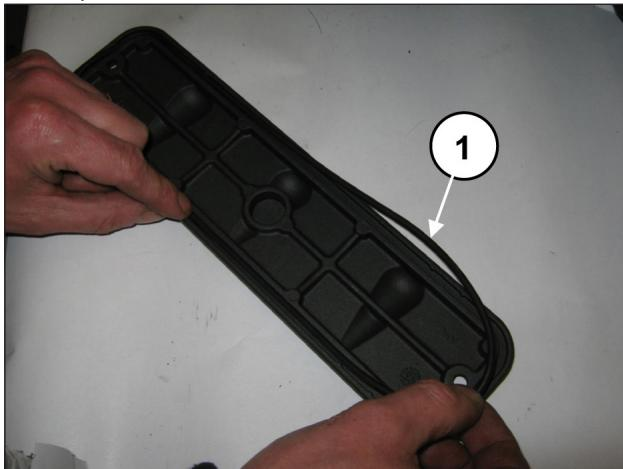
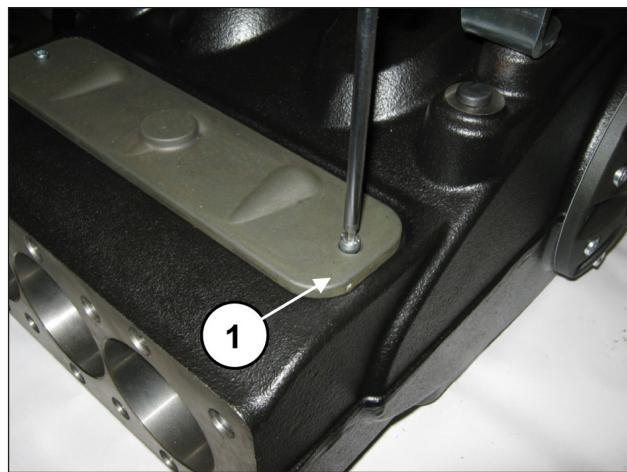

Fig. 97
Fig. 98
Colocar las tapas de inspección con las juntas tóricas (pos. ①, Fig. 97) y apretar con 2 tornillos M6x14 (pos. ①, Fig. 98) y 2 tornillos M6x40.